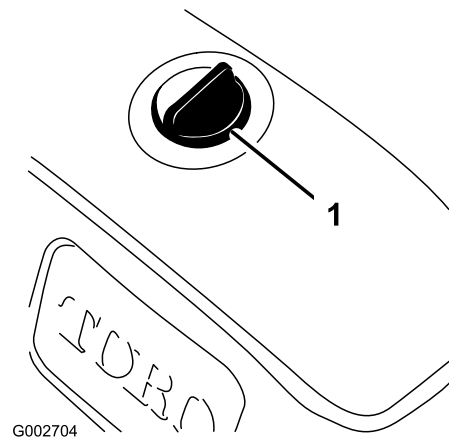

図 42
3. 異物をタンクに入れないよう、油圧オイルタンクのキャップ取り付け部周辺をウェスできれいに拭く 図 42。